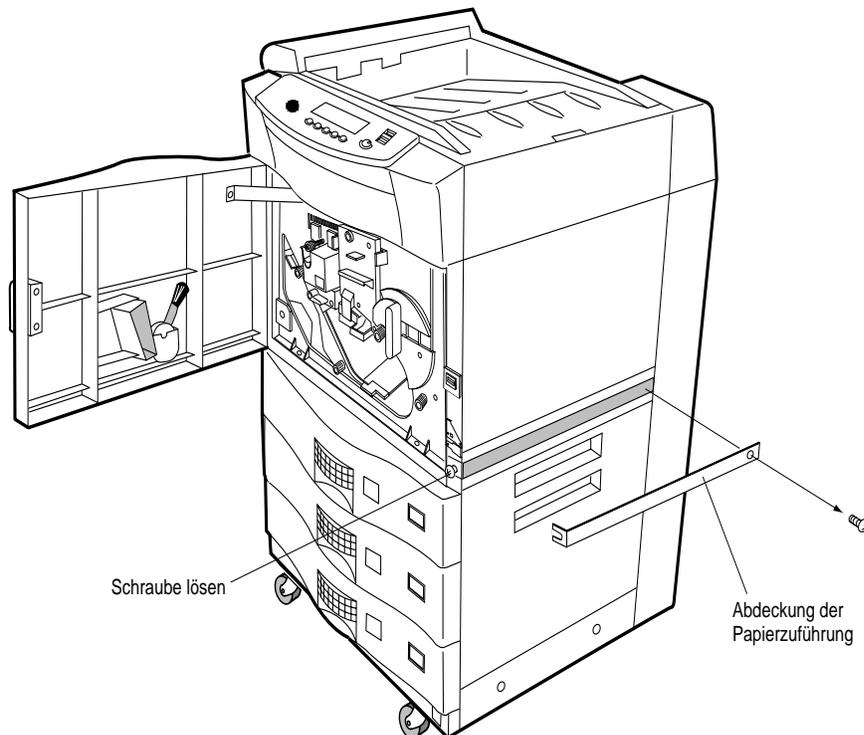

Abbildung 4-4 Abdeckung der Papierzuführung abnehmen
3. Lösen Sie die Schraube an der Vorderseite des Druckers, und entfernen Sie die Schraube an der rechten Seitenwand (siehe Abbildung 4-4).